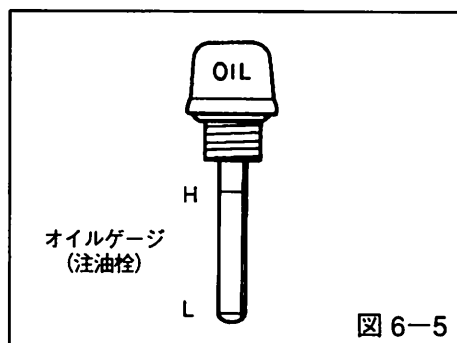

図 6-5
- エンジンオイルの補充は、本機を水平に置いて行い、オイル量はオイルゲージをねじ込まない状態で、ゲージの「H」のラインまで入れてください。（図6-5参照）